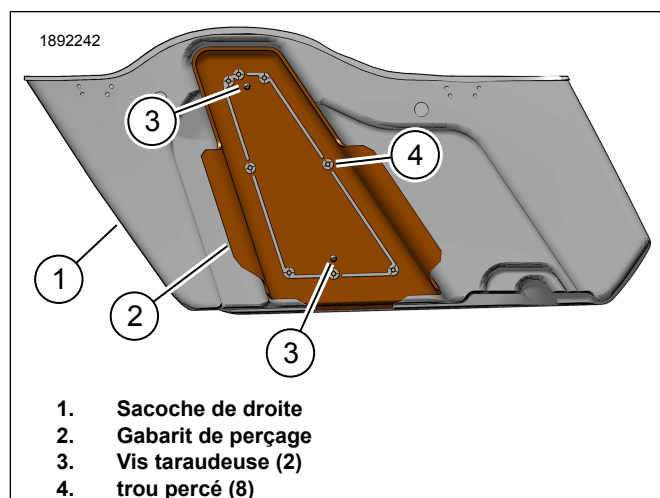

Figure 2. Gabarit de perçage de la sacocche de droite
1. Voir la Figure 2. Positionnez le gabarit de perçage sur la sacocche de droite.
- a. Couvrez toute la zone du gabarit de perçage (2) sur la sacocche de droite (1) avec du ruban-cache.
- b. Installez le gabarit de perçage (2).
- c. Protégez tout le périmètre du gabarit de perçage (2) avec du ruban-cache.
- d. Installez des vis taraudeuses (3) pour maintenir le gabarit de perçage (2).